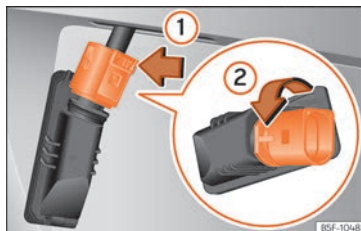

**Fig. 73** Luz de matrícula: desmontar el portalámparas.
- Presione sobre el bloqueo del conector en el sentido de la flecha » **fig. 73 ①** y extraiga el conector.
- Gire el portalámparas en el sentido de la flecha » **fig. 73 ②** y extráigalo junto con la lámpara.
- Encaje el portalámparas en la luz de la matrícula y gírelo hasta el tope en sentido contrario al de la flecha » **fig. 73 ②.**